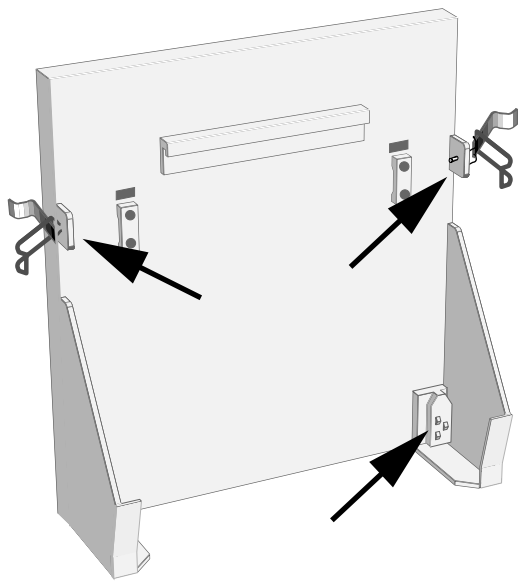

Bild 16-1. Fahrzeughalterung
Sobald Sie das Gerät in die Fahrzeughalterung einsetzen, wird es über das Bordnetz versorgt. Achten Sie darauf, daß die Stromversorgungskontakte am Gerät und an der Fahrzeughalterung (Bild 16-1) stets sauber sind. Sichern Sie das Gerät immer mit **beiden** Verschlussbügeln (Pfeile in Bild 16-1).
- Entfernen Sie die beiden Füße (a, Bild 16-1) und die beiden Schrauben an der Geräteunterseite (b).